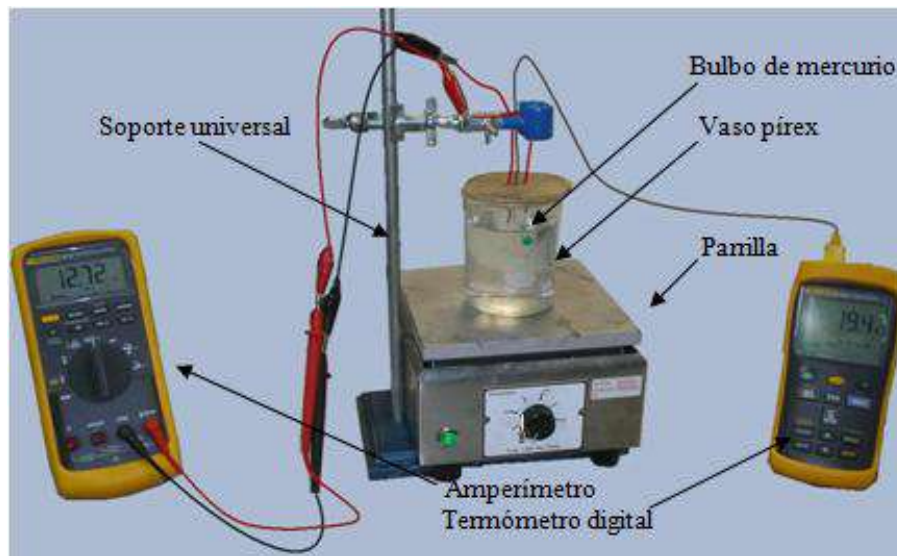

Figura 4.7 Resistencia en función de la temperatura
- j) Arma el dispositivo que se muestra en la figura 4.7; cuidando de ubicar el sensor de temperatura junto al termistor.